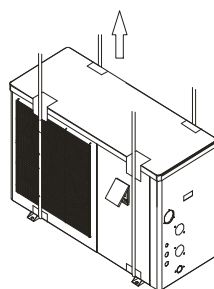

Figura 5 Diagrama de elevação.
- Use quatro ou mais cintos de elevação para mover os conjuntos (veja a Figura 5).
- Não manuseie, mova ou levante a unidade segurando o tubo de entrada e saída de água: use apenas os orifícios na lateral da base (ver Figura 5).